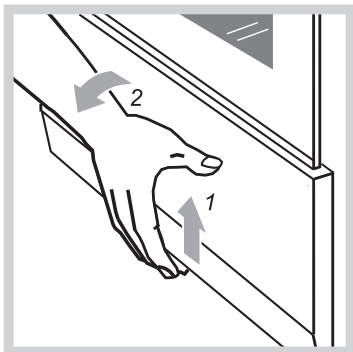

Рис.4
- Плиты выпускаются двух исполнений: с выдвигаемым ящиком и с откидной дверцей. Чтобы открыть дверцу, ее нужно приподнять вверх и наклонить на себя (рис.4).